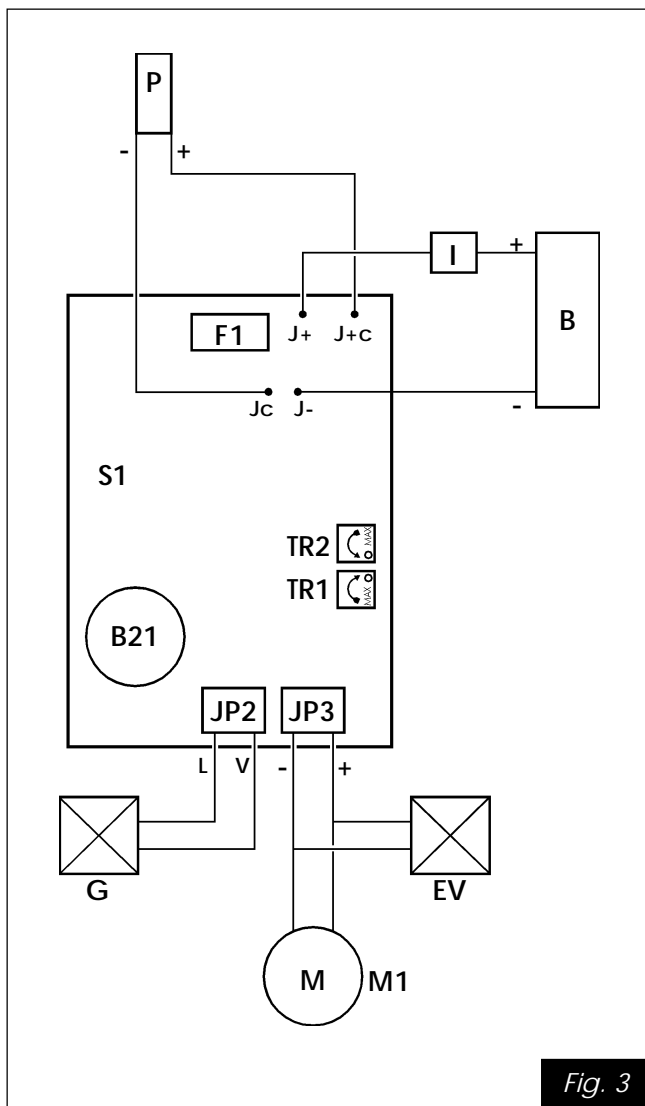

Fig. 3
□ Elektronischer Schaltplan (fig. 3)